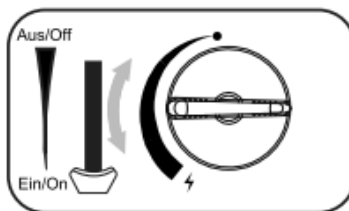

Abb. 9
3. Drehen Sie nach der Zündung des Brenners den Einstelldrehregler (18) auf die gewünschte Position. (Abb. 9)
4. Stellen Sie den Kartuschenarretierhebel (15) während des Gebrauchs niemals auf die **Aus/Off**-Position (14).